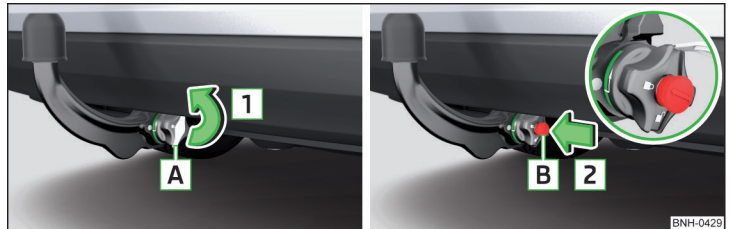

Abb. 227 Kappe vom Schloss abnehmen / Schlüssel in das Schloss stecken
- Die Kappe **A** vom Schloss in Pfeilrichtung **1** » Abb. 227 abnehmen.